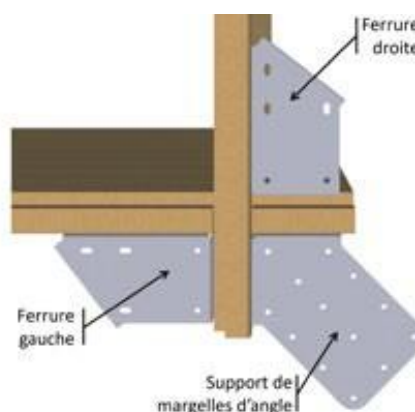

Figure 18 – Mise en place des ferrures dans les angles
- Dans les angles, montez quatre ferrures « droite » et quatre ferrures « gauche », ainsi que quatre supports de margelles d'angle, selon la Figure 18. Utilisez 4 vis penture torx 6 x 20 en inox A2 (sachet G) par support de margelle et 6 vis penture torx 6 x 20 en inox A2 (sachet G) par ferrure, soit un total de 64 vis.